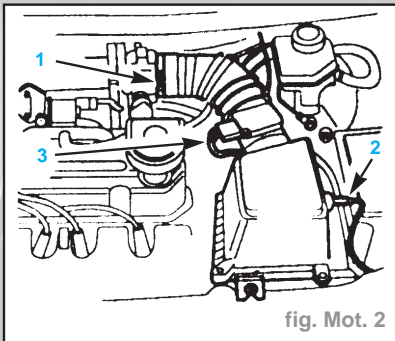

fig. Mot. 2
- la tubulure d'admission (1) du boîtier de papillon (fig. Mot. 2),
- le connecteur (2) de la sonde de température d'air d'admission (sonde IAT),
- le connecteur (3) du débitmètre d'air massique (sonde MAF).